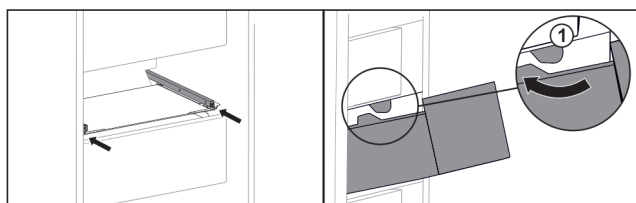

Fig. 47
- ▶ Poprowadzić szufladę wokół stoperów Fig. 47 (1).